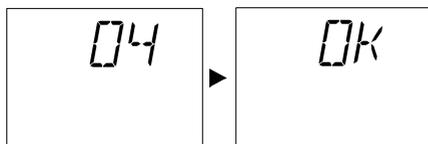

Рисунок 8.11
- Через 5 секунд после настройки типа газа на ЖК-дисплее появится надпись «OK» в подтверждение того, что автоматическое сохранение установленного значения прошло успешно (см. Рисунок 8.11).